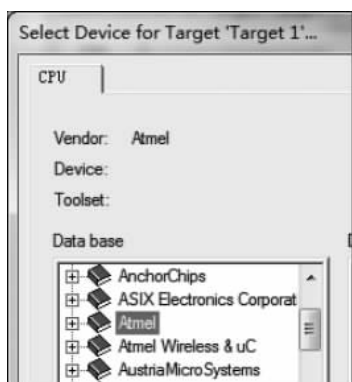

图 3-5 单片机型号对话框
(3) 单击“保存”按钮, 此时弹出选择单片机型号对话框, 如图 3-5 所示。用户可以在其中选择所使用的单片机型号。例如, 选择 Atmel 公司的单片机 AT89C51, 此时在 Description 栏中将会显示该单片机的资源。此时选择的单片机型号也可以在项目建立后重新更改。